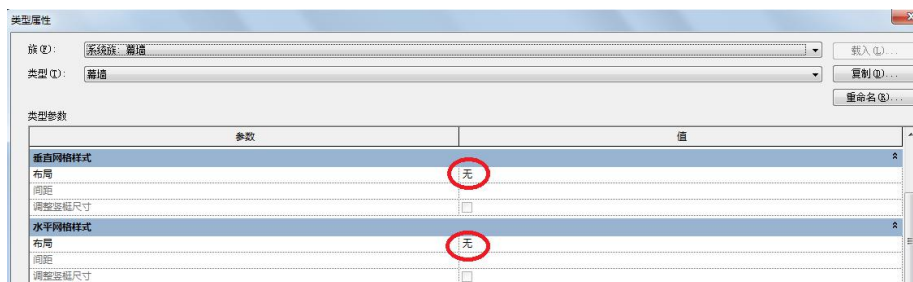

图 3-31 幕墙网格设置
- 选中一面幕墙，点击幕墙“属性”选项板中的“编辑类型”，在弹出的“类型属性”对话框中，可以在下拉菜单选择一种方式进行添加网格（图 3-31）。